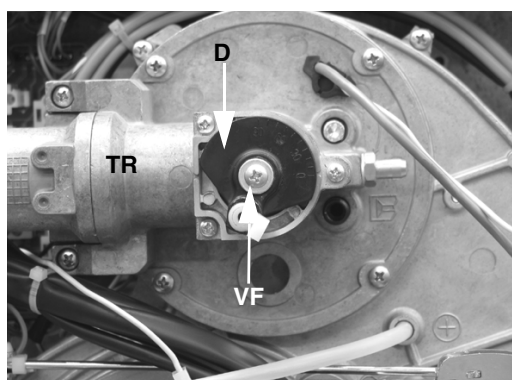

Fig. 21: Pozitie standard
- 11 Rotiti discul **D** la 180 ° si fixati-l cu surubul **VF** (Fig. 21).